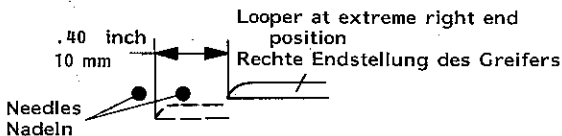

Fig. 67B
5. Rotate the pulley counterclockwise until the looper has moved 10 mm (.400 in.) from right to left (Fig.67B).
5. Drehen Sie das Handrad im Gegenurzeigersinn, bis sich der Greifer 10 mm von rechts nach links bewegt hat (Fig.67B).